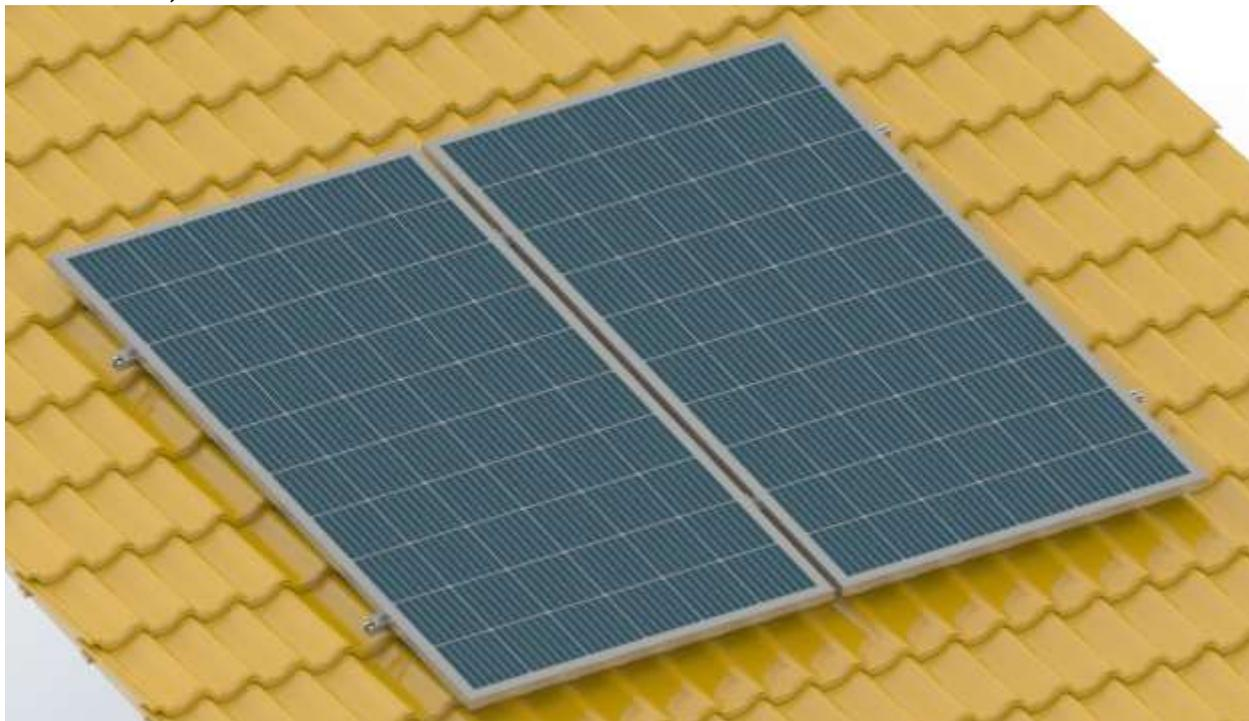
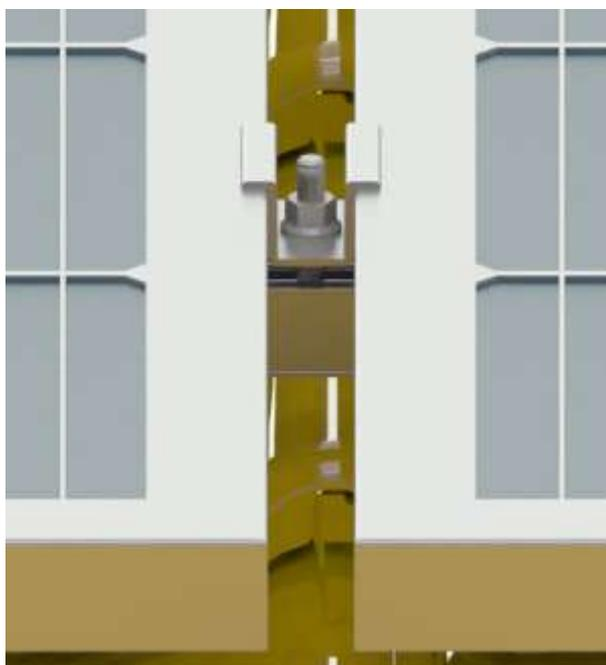

Figura 14 – Montagem do 2º módulo
Figura 15 – Montagem da fixação intermediária
2- Coloque o segundo módulo, com uma distância aproximada de 25mm entre os módulos (Figura 14) e fixar com a fixação intermediária, conforme Figura 15, utilizar parafuso martelo M8 x 40 – Inox e porca SX M8 flangeada serrilhada;
4.2 - Deverá ser montada a fixação intermediária, conforme Item 2 e Figura 15 da Instrução 5;